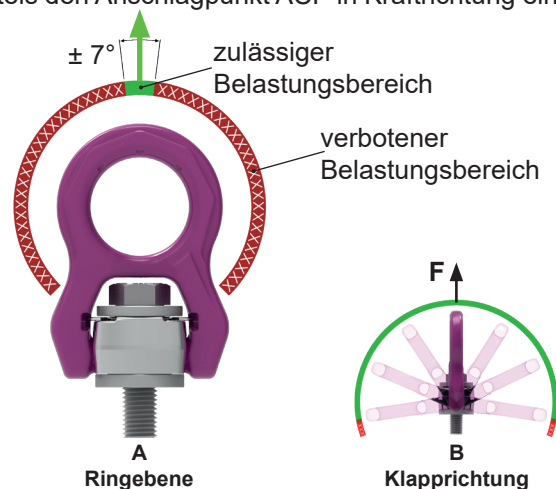

Abb. 4: *
* In Abb. 4 ist die Bauform der ACP M8-M30 bzw. 1/2"-1 1/4" dargestellt. Die Belastungsbereiche gelten ebenfalls für die ACP M36-M42 bzw. 1 1/2"-1 3/4".
Die Feder hält den Bügel aus der in Abb. 9 schraffierten Position ab. Dies führt dazu, dass die verbotene Belastung „quer zum stehenden Bügel“ (siehe Abschnitt 3.3.1, Abb. 4) nicht entsteht. Unter Last wird die Federkraft überwunden und der ACP kann senkrecht belastet werden. Das Klappen des Bügels über den von der Feder abweisenden Bereich ist mit erhöhtem Kraftaufwand jedoch von Hand möglich.